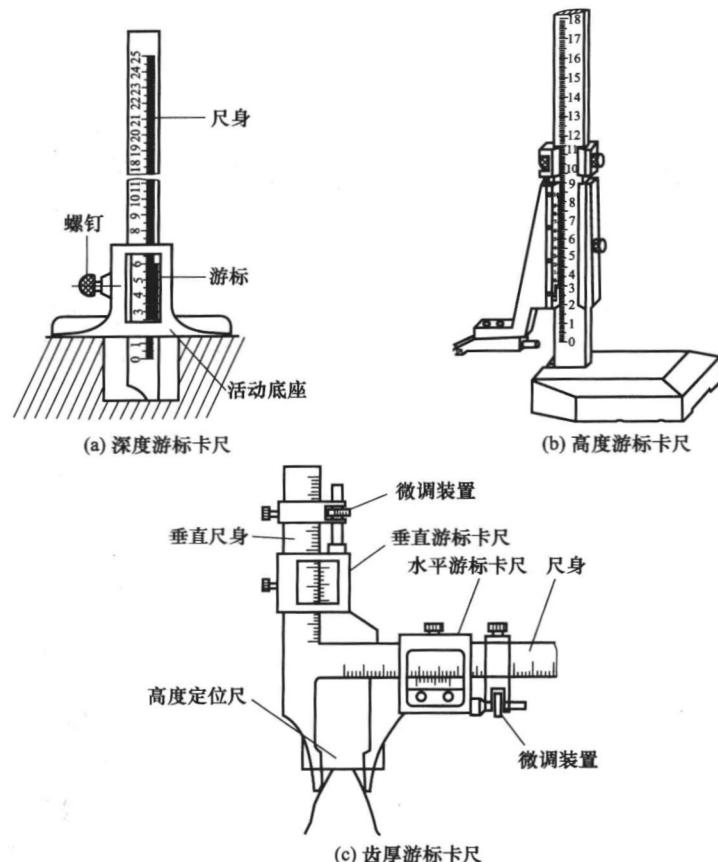

图 1-9 其他游标卡尺
1) 深度游标尺 如图 1-9 (a) 所示, 用来测量台阶的高度、孔深和槽深。
2) 高度游标尺 如图 1-9 (b) 所示, 用来测量零件的高度和划线。
3) 齿厚游标卡尺 如图 1-9 (c) 所示, 用来测量齿轮 (或蜗杆) 的弦齿厚或弦齿高。